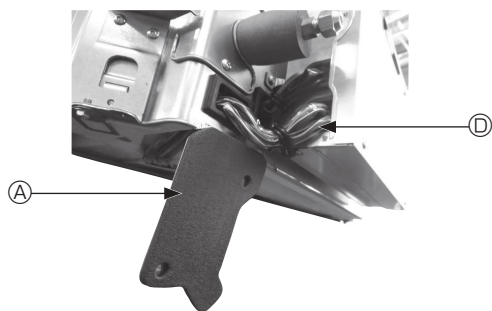

Fig. 4-4
- ① Retirez les deux vis de fixation du couvercle des fils de l'appareil principal, puis ouvrez le couvercle.
- ② Faites passer les fils du Capteur i-see et du récepteur de signal dans les entrées de fils du boîtier des composants électriques, comme montré sur le schéma, et autour des traversées isolées sur le côté de l'appareil principal. (Fig. 4-4)